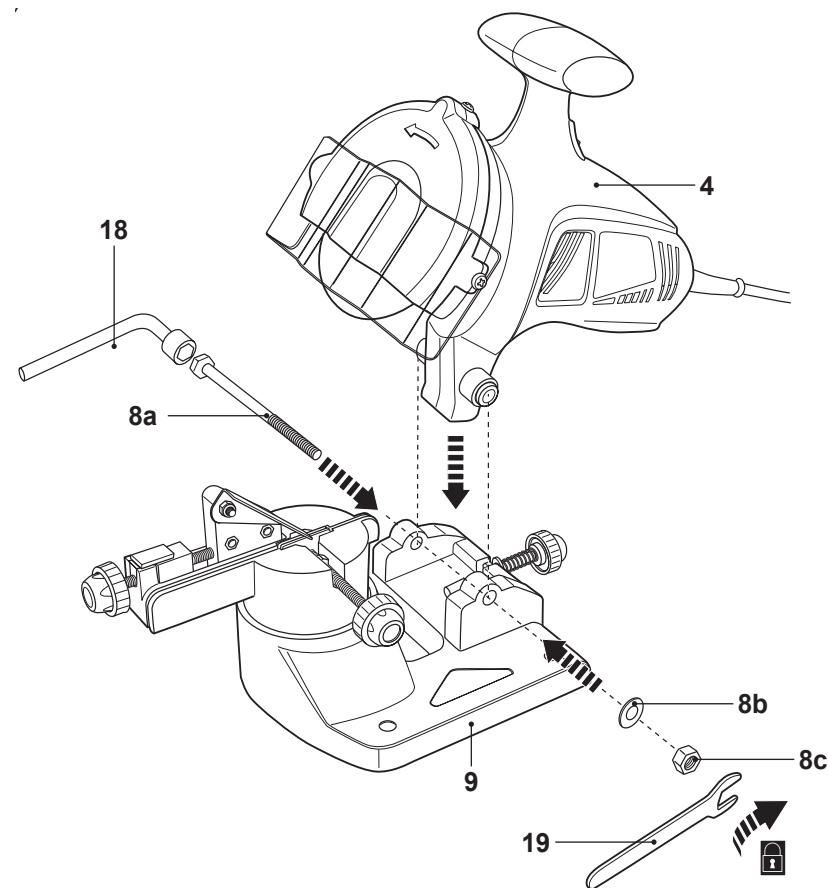

Fig. 1
- > Coloque el alojamiento del motor (4) en la placa base (9) de forma que los orificios de montaje queden alineados (fig. 1).
- > Introduzca el perno (8a) completamente en los orificios de montaje. Ajuste tornillo de control de profundidad (7) si fuera necesario.
- > Apriete la conexión con la llave de vaso (18) y la llave de boca abierta (19).